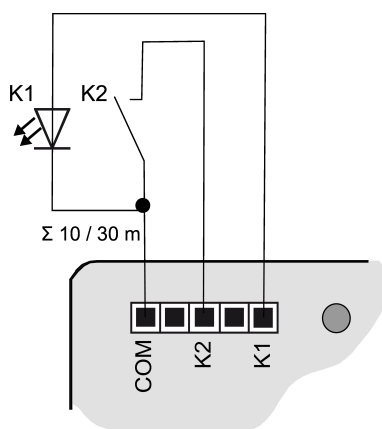
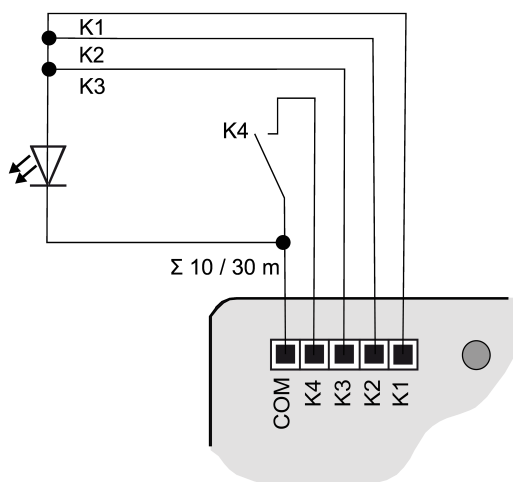

рисунок 3: Пример подключения 2-канального интерфейса возвратно-нажимного выключателя
рисунок 6: Пример подключения с параллельно включенными выходами
- Подключайте возвратно-нажимные выключатели, переключатели, контакты, светодиоды или NTC, следуя примерам подключения и используя соединительные кабели из комплекта поставки (4), (см. рисунок 3) – (см. рисунок 6). В примерах подключения показано использование с входами и выходами.
- i** Для повышения выходного тока возможно также параллельное подключение выходов при одинаковых параметрах, в примере (см. рисунок 6) K1-K3 здесь включены параллельно.